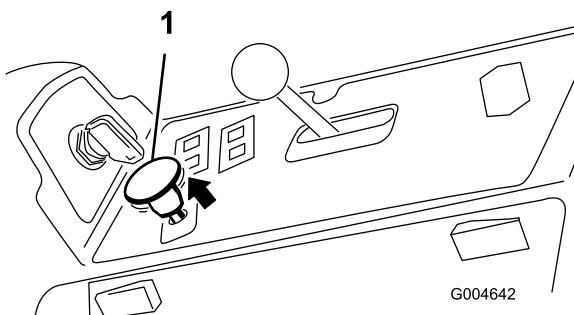

図 23
- PTO スイッチを引くと PTO が作動を開始する（図 23）。